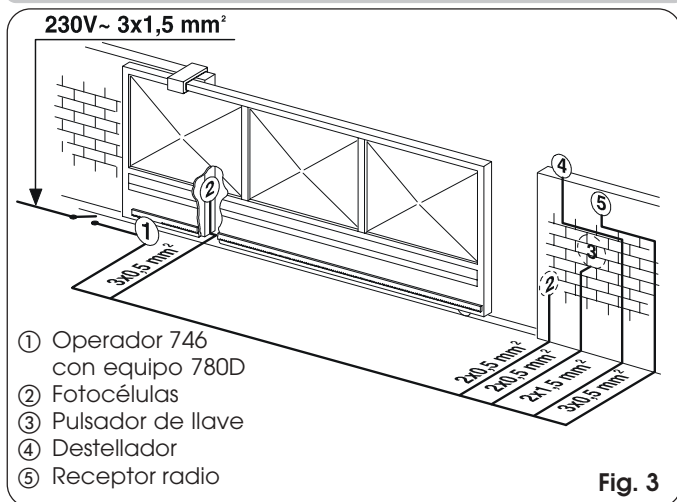

Fig. 3
- 4) Prepare los cables eléctricos para la conexión con los accesorios y la alimentación eléctrica, como se muestra en la Fig. 3.